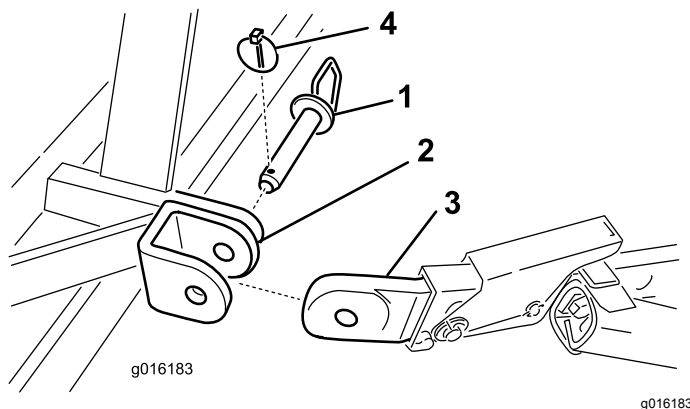

Figura 4
5. Fissate i bracci di attacco inferiori alle staffe di montaggio dell'arieggiatore con i perni di traino e le coppie ad anello (Figura 4).